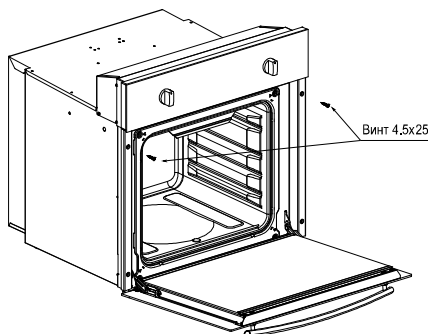

рис. 6
- Для устранения возможности случайного перемещения, электрошкаф крепится к мебели двумя винтами с потайной головкой (см. рис. 6).